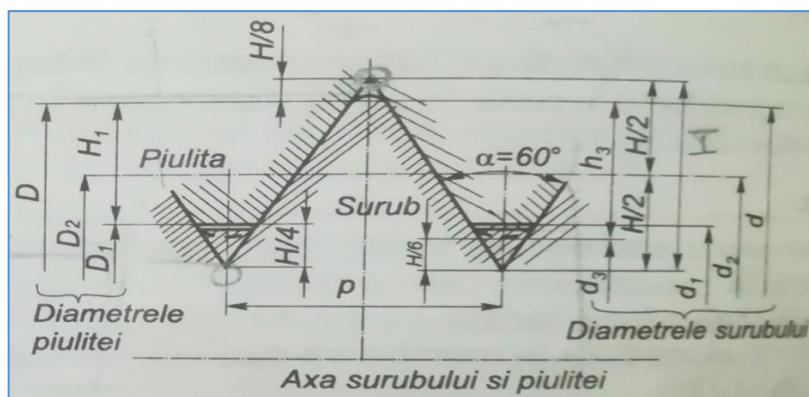

Figura 3
b. Comparați elementele geometrice ale filetului reprezentat în Figura 3, cu cele ale piesei selectate și notați caracteristicile elementelor geometrice ale filetului în *Tabelul 1*.